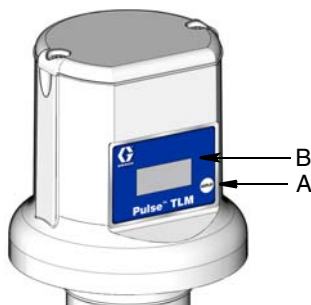

FIG. 2
2. Appuyez et maintenez le bouton Afficher (A, FIG. 2) enfoncé jusqu'à ce que l'écran (B) affiche « ENREGISTRER ».